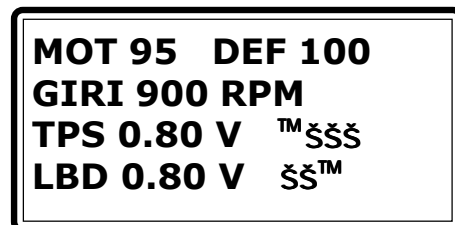

Fig. 28
- portarsi in **"VISUALIZZAZIONE PARAMETRI"** (Fig. 28);